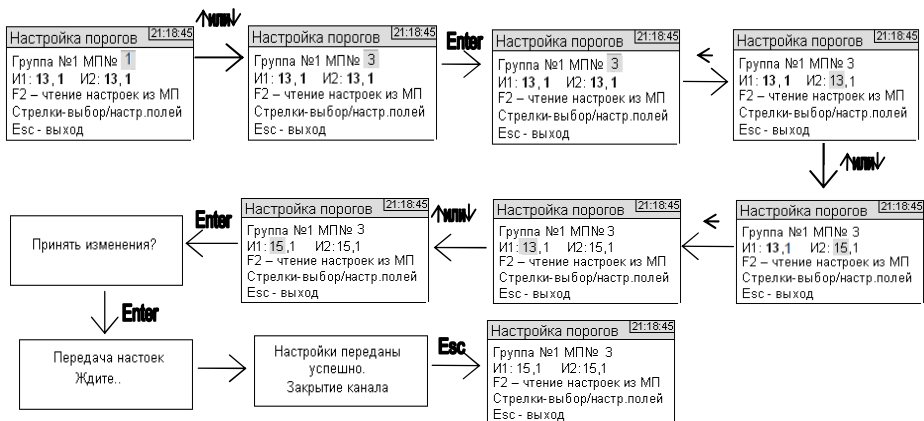

Рисунок 1.9 – Меню «Настройка порогов»
1.3.6.1 Меню «Настройка порогов», рисунок 1.9, обеспечивает установку порога чувствительности МП по каждому измерению «И1» и «И2» в интервале от 0 до 15 относительных единиц. Вторую цифру в измерениях изменять не рекомендуется.